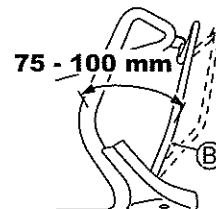

Afb. 25.
Stel deze zo in dat het mes gaat draaien als de afstand tussen de meshandel (C) en het handvat 50 - 75 mm is, met de gele knop ingedrukt, zoals in afb. 25.